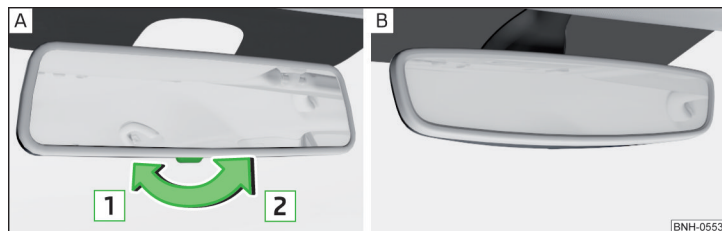

Fig. 52 Oglinda interioară: cu efect heliomat manual/cu efect heliomat automat
**Oglindă cu efect heliomat manual** » fig. 52 - **A**
Efectul heliomat al oglinzii » fig. 52 - **B** este comandat automat după pornirea motorului.